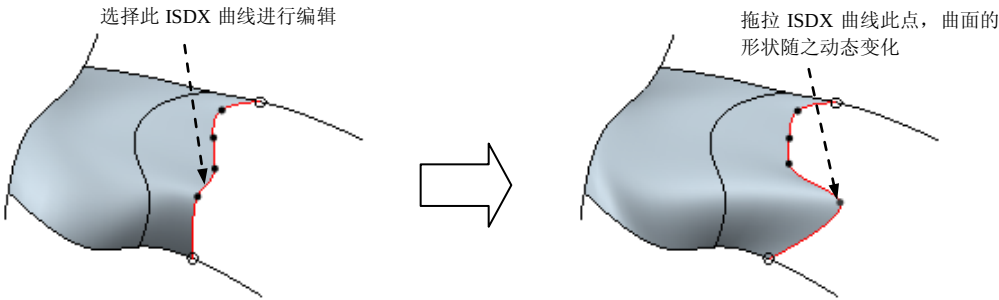

图 8.5.4 编辑 ISDX 曲面
(3) 通过编辑 ISDX 曲线上的点来编辑 ISDX 曲面。
① 单击 **样式** 功能选项卡 **曲线** 区域中的“曲线编辑”按钮 。选取图 8.5.4 所示的 ISDX 曲线进行编辑。
② 拖拉该 ISDX 曲线的点，可观察到 ISDX 曲面的形状随之动态变化。